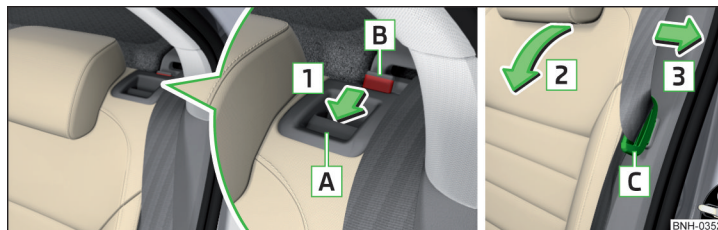

Fig. 63 Rabatarea spre înainte spătarul scaunului/tragerea centurii de siguranță spre capitonajul lateral și reglarea disponibilității centurii de siguranță
- Introduceți clema de fixare a centurii de siguranță [C] în orificiul din capitonajul lateral - Reglarea disponibilității » fig. 63.
- Introduceți elementele de fixare [C] ale centurilor de siguranță exterioare în orificiile din capitonajul lateral - Reglarea disponibilității » fig. 63.
- Trageți centura de siguranță spate exterioară înspre capitonajul lateral, în sensul săgeții [3] » fig. 63.
- Introduceți elementele de fixare **C** ale centurilor de siguranță exterioare în orificiile din capitonajul lateral - Reglarea disponibilității » fig. 63.